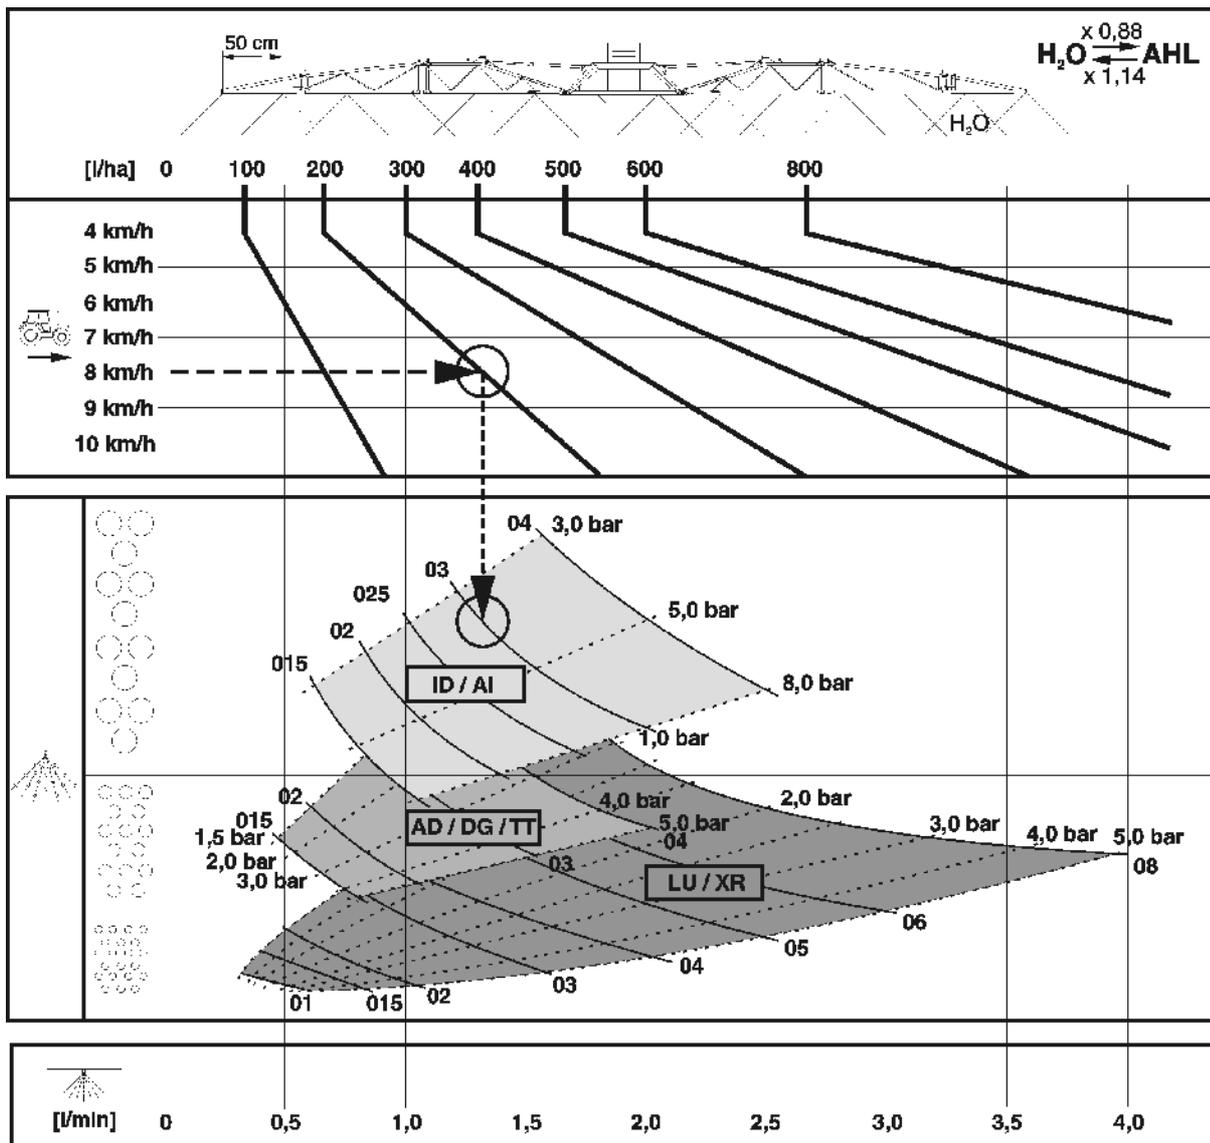

Bild 135
- Bild 135 ger information för val av lämpligaste munstycke. Munstyckstypen bestäms av